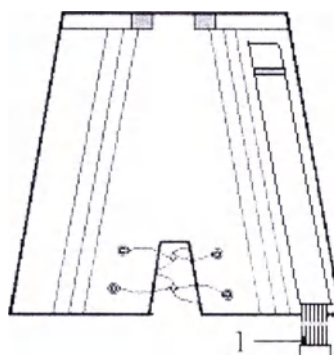

Рис. 11
6.5. Массаж с использованием манжеты «бедро-таз-талия» (рис. 11).